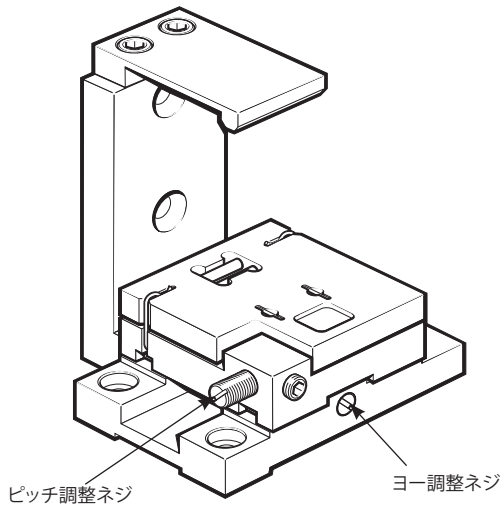

図 6: 調整式ミラーマウント
- 付属の 3 本の M2.5 ネジを使用してステージに調整式ミラーマウント (次ページの図 6 を参照) を取り付けます。ネジは、0.7Nm のトルクで締めて下さい。
- ・ヨー調整ネジ(図 6 を参照)でミラーのヨーを見た目で調整し、反射ビームがアライメント調整用のターゲットの穴の中心に揃うようにします(ミラーは X-Y 平面に対して垂直です)。
- ・ヨー調整ネジ(図 6 を参照)でミラーのヨーピッチを見た目で調整し、反射ビームがアライメント調整用のターゲットの穴の中心に揃うようにします(ミラーは X-Y 平面に対して垂直です)。